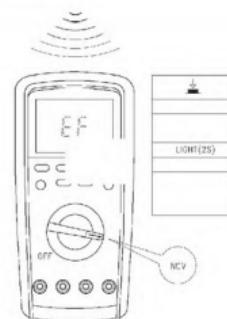

Abbildung 12
10. Non-Kontakt zur Wechselspannung (Siehe Abbildung 12)